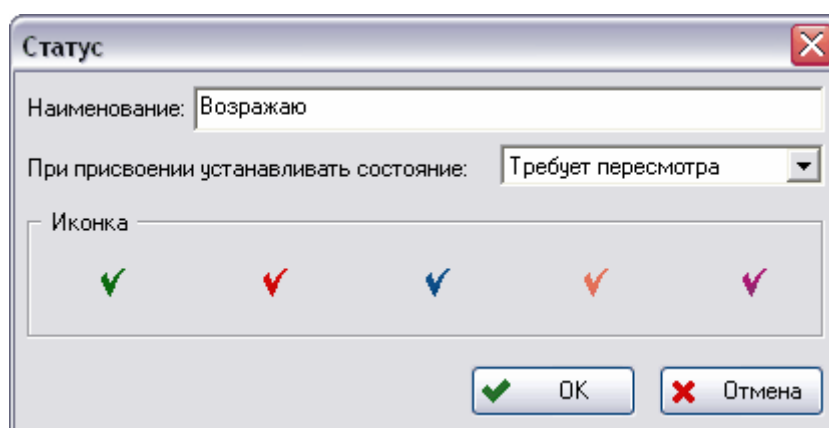

Рис. 51. Новый статус
1. В контекстном меню выберите пункт **Новый статус**. При этом появится диалоговое окно **Статус** (Рис. 51).